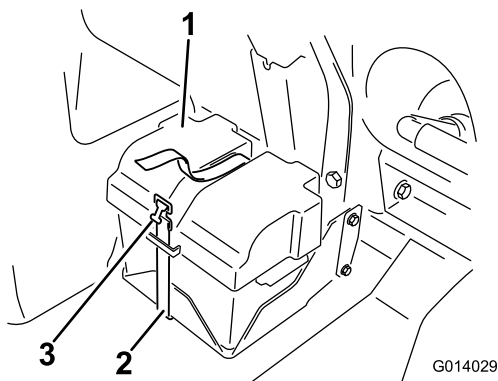

図 16
3. バッテリーについているカバーを外し（図 16）、マイナス・ケーブルを外す。
10. バッテリー・カバーを、ストラップでバッテリー・ボックスに固定する（図 16）。